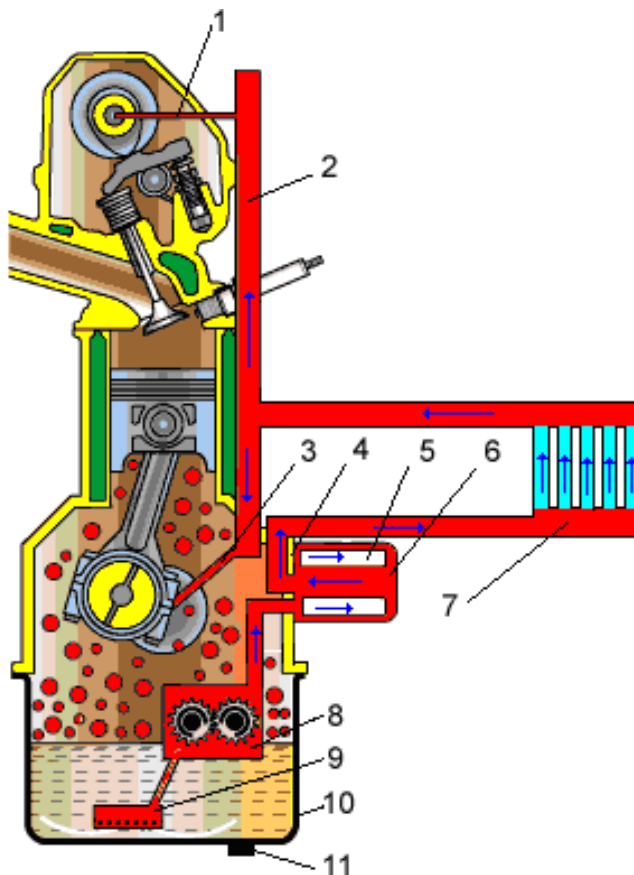

Рис. 1. Схема системы смазки двигателя:
**Система смазки** (рис. 1) состоит из: поддона картера, масляного насоса с маслоприемником, масляного фильтра, каналов для подачи масла под давлением, просверленных в блоке цилиндров, головке блока и в других деталях двигателя, масляного радиатора, указателя давления и маслопроводов.